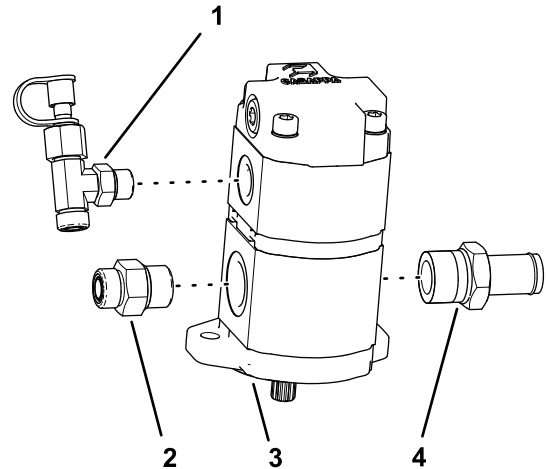

Figure 106
1. Déposez le raccord droit de la pompe hydraulique (Figure 106).
2. Déposez le raccord en T (avec le raccord de contrôle et le chapeau) de la pompe hydraulique (Figure 106).
3. Déposez le raccord cannelé de la pompe hydraulique (Figure 106).